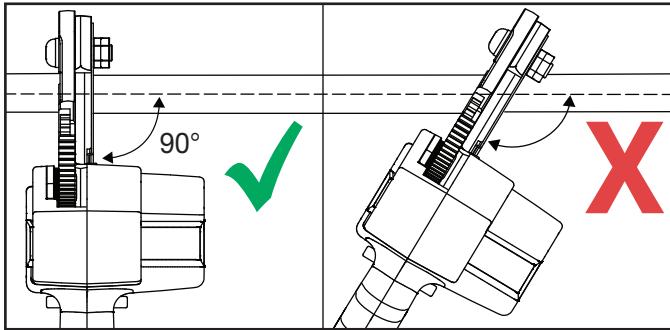

Figure 2
4. Vérifier que l'équipement est bien aligné sur les lames de coupe. Il doit être aligné sur les lames. D'autres angles entraîneront un mauvais alignement des lames et, éventuellement, une rupture (fig. 2.)